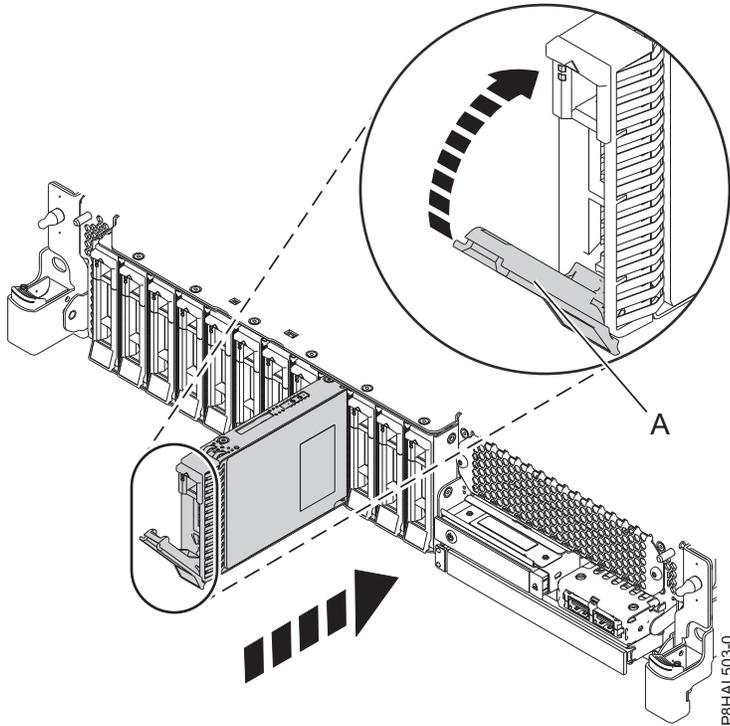
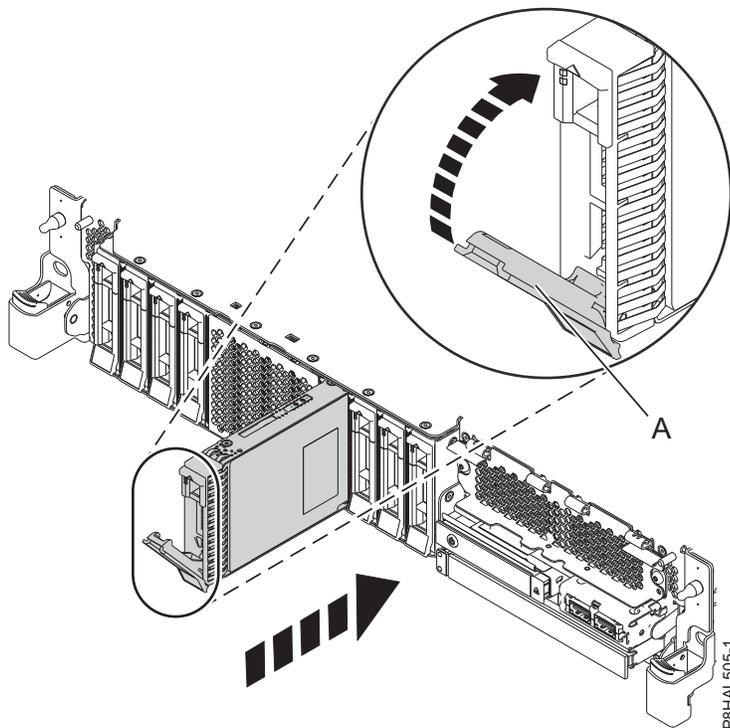

Figura 32. Instalación de una unidad de disco en un sistema de función base
Figura 33. Instalación de una unidad de disco en un sistema de función ampliada
4. Desbloquee el asa de la bahía de unidad (**A**) ejerciendo presión y tirando de ella hacia usted. Si el asa no está extendida del todo, la unidad no entra en el sistema. Consulte la Figura 32 en la página 36 y la Figura 33 en la página 36.
8. Cuando el LED de identificación parpadee para la ranura seleccionada, deslice la unidad hasta el fondo de la ranura y empuje hacia adentro el asa de la bahía de unidad (**A**) hasta que quede encajada, como se muestra en la Figura 32 en la página 36 y la Figura 33 en la página 36.